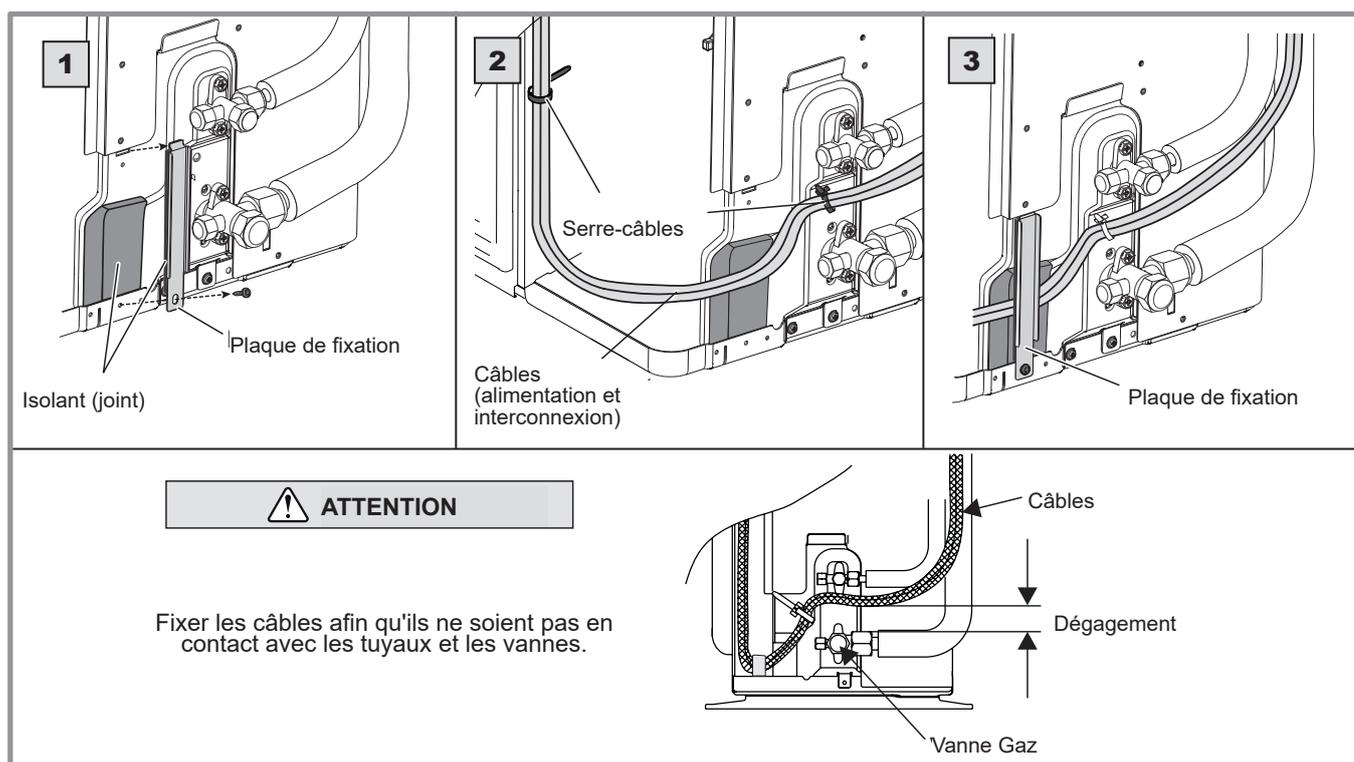

figure 36 - Finalisation de la connexion de l'unité extérieure monophasée
- Utiliser la plaque de fixation pour tenir les câbles contre la plaque isolante (figure 36).